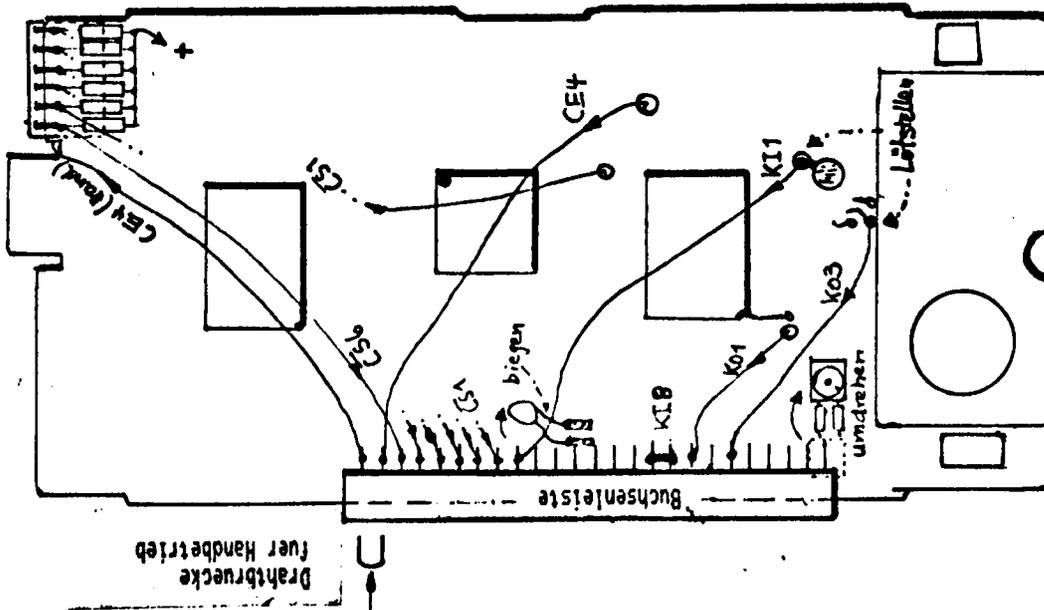

Fig. 3 602-Platine mit Buchsenleiste fuer Block-Switching: Vorderseite
- Trimmwiderstand (Fig. 3 links unten) ablöten und um 180° gedreht wieder anlöten.
- Ta-Kondensator (Fig. 3 links Mitte) nach dem Platineninneren biegen; blanke Kontaktstellen im Bereich der Buchsenleiste mit Isolierstreifen abdecken.
- In die beiden Durchkontaktierungsstellen KI8 (Fig. 3 und 4) je einen kräftigen Draht einlöten, der nach der Bestückungsseite der Platine übersteht.
- Buchsenleiste aus Stabilitätsgründen mit 2 ihrer Anschlüsse an den beiden Lötstützpunkten KI8 anlöten (Fig. 3); im eingebauten Zustand sollte die Buchsenleiste auf dem Rand des Gehäuseoberteils aufliegen (eine weitere Verankerung der Buchsenleiste, insbesondere ein Ankleben, ist nicht erforderlich!).
- Auf Platinenvorderseite je einen Draht an die eingezeichneten Kontaktstellen KO3 und KI1 (Fig. 3) anlöten und mit je einem Anschluß der Buchsenleiste verbinden.
- Bei Handumschaltung über Mehrfachumschalter Drahtbrücke in CE4-Buchsen der Buchsenleiste einstecken (Fig. 3).